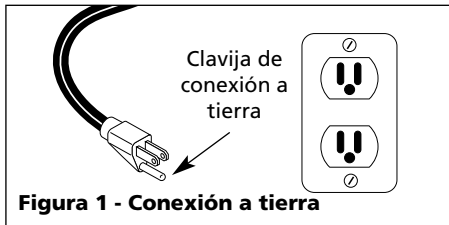

Figura 1 - Conexión a tierra
- Este producto requiere un circuito con conexión de descarga a tierra de 120V y 15A (Ver figura 1).